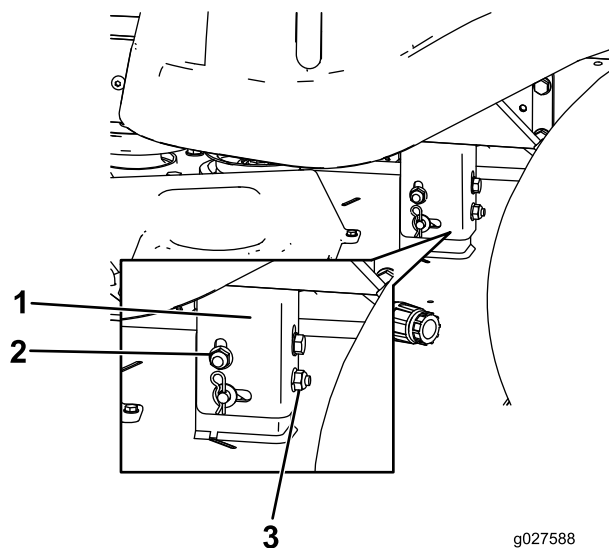

Figura 62
8. Alzate o abbassate il lato sinistro del piatto di taglio ruotando il dado posteriore (Figura 62).
Nota: Ruotate il dado posteriore in senso orario per alzare il piatto di taglio, in senso antiorario per abbassarlo (Figura 62).